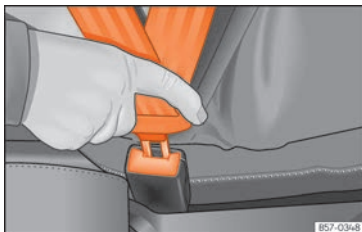

Abb. 23 Schlosszunge des Sicherheitsgurts in das Gurtschloss einstecken.
- Schlosszunge fest in das zum Sitzplatz gehörende Gurtschloss stecken »» **Abb. 23**.